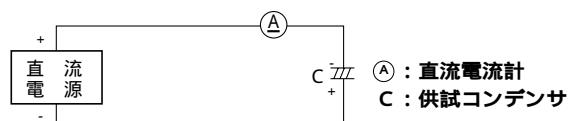

図 2-6
(1)(図 2-6)に示す回路において、供試コンデンサの公称外径寸法により直流電流を(表 2-2)より決める。